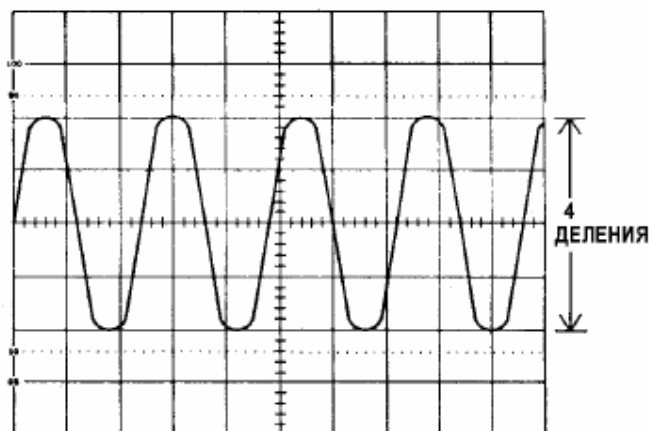

Рис.5.5 Измерение амплитудного размаха сигнала
3. Соответствующими ручками VERTICAL POSITION или совместите отрицательный пик сигнала с ближайшей снизу горизонтальной линией сетки дисплея, как показано на рис.5.5.